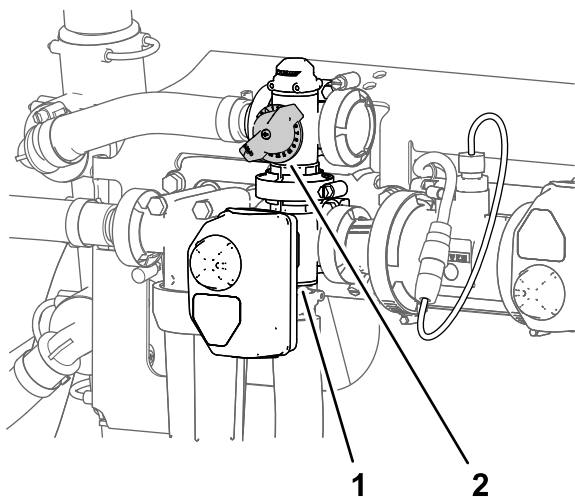

Figura 40
10. Ajuste la válvula de desvío de agitación (Figura 40), situada en la parte trasera de la válvula de agitación, hasta que la presión del sistema de fumigación indicada en el manómetro sea de 6.89 bar (100 psi).